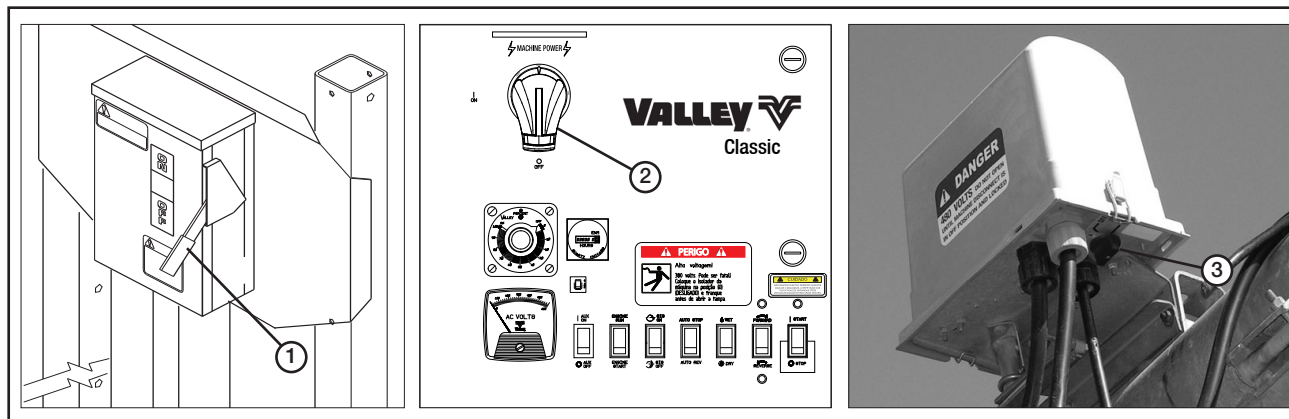

Figura 29-1 1. Seccionador principal de serviço
- Seccionador principal de serviço da rede elétrica pública para o painel de comando. Ver a figura 29-1.
- Seccionador principal do painel de comando. Ver a figura 29-1.
- Seccionador de qualquer caixa da torre. Ver a figura 29-1.